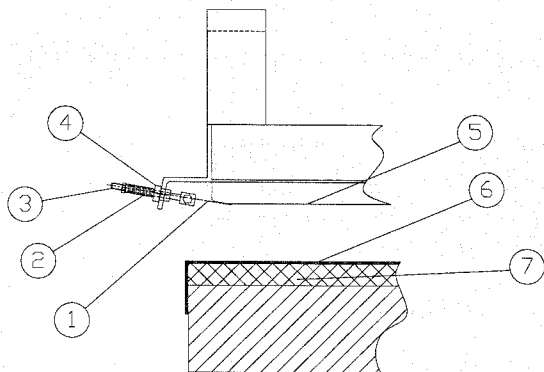

FIG.: 9
* Vérifier, et si nécessaire, substituer le fil à souder. Pour un bon fonctionnement, tendre presque au maximum les ressorts de compression (Voir FIGURE 9) servant à tendre le fil lorsque se produit l'échauffement. (Au moment de souder, le fil se dilate et s'il fait contact avec le châssis du bras, il se produit un court circuit partiel pouvant rompre le fil).